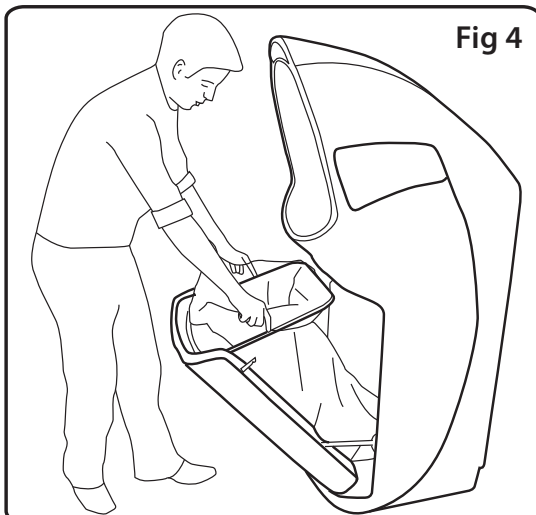

Fig 4
1. Cuelgue una bolsa abierta sobre la banda de acero para bolsas. Fig 4.